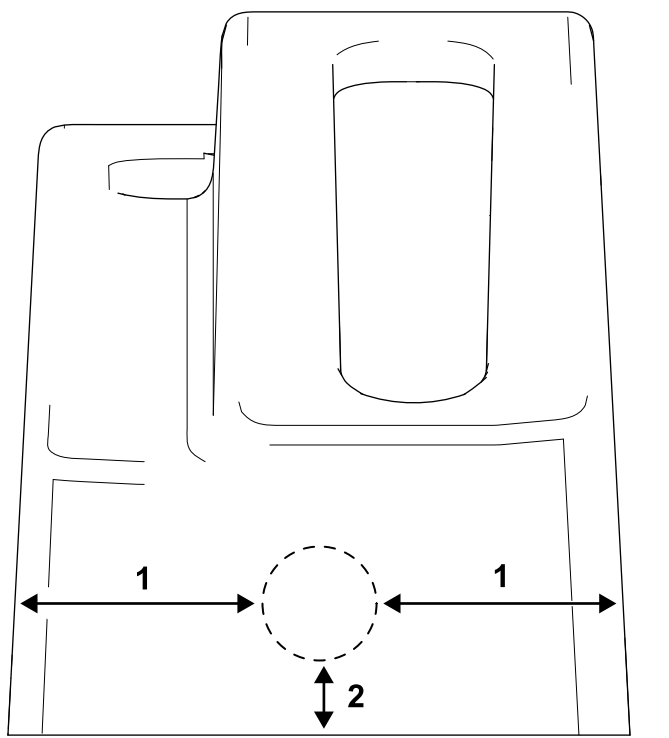

Figura 2
3. Faça um furo (3 cm) na frente da cobertura como se mostra na Figura 2.